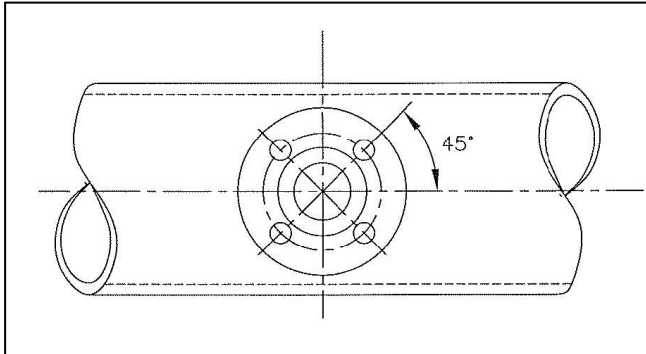

Abb. 11
2. Heften Sie den Montagestutzen mit ca. 1-2 mm Luftspalt auf die Rohrleitung. Die Schraubenlöcher des Flansches müssen in einem Winkel von 45° zur Rohrleitung stehen (s. Abb. 11).